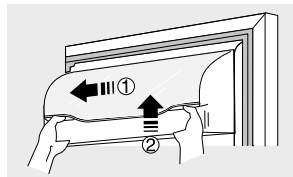

Figura 70
- Cubierta del compartimiento de lácteos; abra ligeramente la cubierta, agunte ambos extremos y empuje a la izquierda para retirarla. (Figura 70)